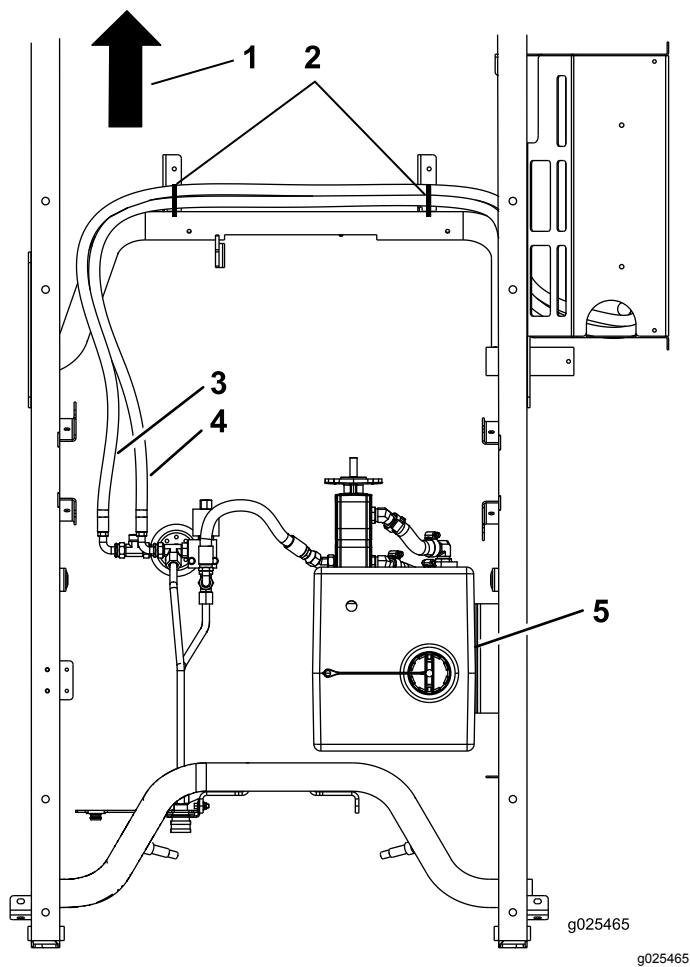

Figura 17
5. Posate i flessibili lunghi lungo il telaio e sopra il refrigeratore (Figura 17).
6. Assicurate i flessibili lunghi con le fascette per cavi (Figura 17).